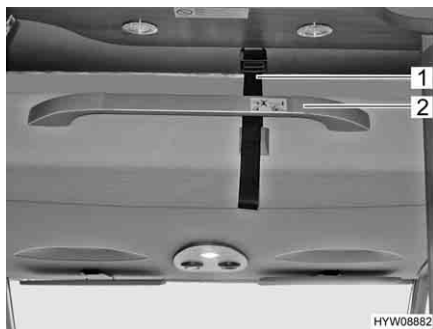

Fig. 88 Letto basculante in posizione di viaggio
- Staccare la cintura di ritegno (Fig. 88,1).
- Tirare il letto basculante dalla maniglia (Fig. 88,2) verso il basso con entrambe le mani.
- Assicurare il letto basculante al soffitto mediante la cintura di ritegno (Fig. 88,1).